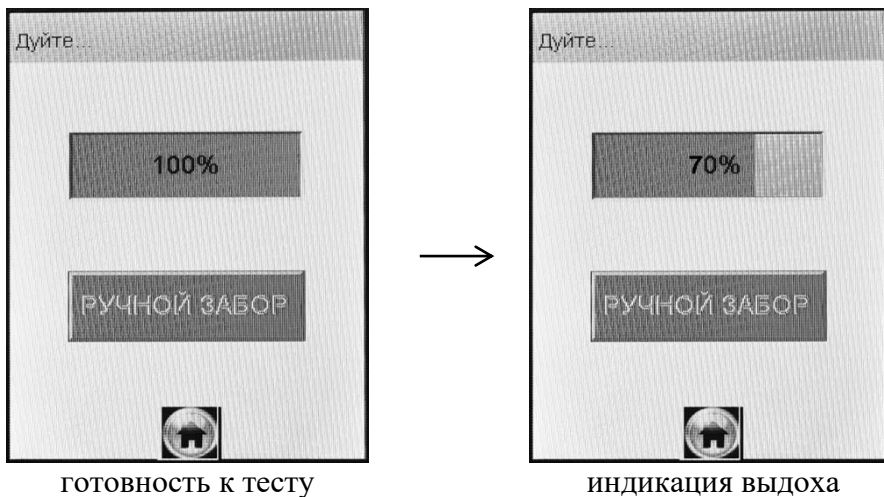

Рисунок 22 – Режим скрининга
На сенсорном экране появится сообщение о готовности к тесту (рисунок 22, слева).
2.11.5 Если обследуемый обеспечивает требуемый расход выдыхаемого воздуха, во время выдоха звучит опорный звуковой сигнал, и на индикаторе продолжительности выдоха предьявляется оставшееся время выдоха в процентах (рисунок 22, справа). Выдох целесообразно прекратить по окончании опорного звукового сигнала. Анализатор произведет автоматический отбор пробы выдыхаемого воздуха из мундштука-воронки.